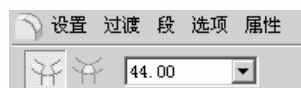
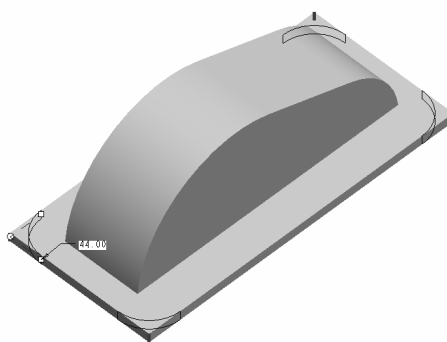

图 4.3.15 设置圆角半径
图 4.3.16 选择要创建圆角的边
(6) 单击【基础特征】工具栏上的  按钮，然后在如图 4.3.15 所示的操控板上输入要创建的圆角半径为“44”，单击键盘上的【Enter】键。在主视图区选择要创建圆角的 4 条边，如图 4.3.16 所示，此时可以预览要创建的圆角，单击  按钮完成圆角的创建，圆角的效果如图 4.3.17 所示。